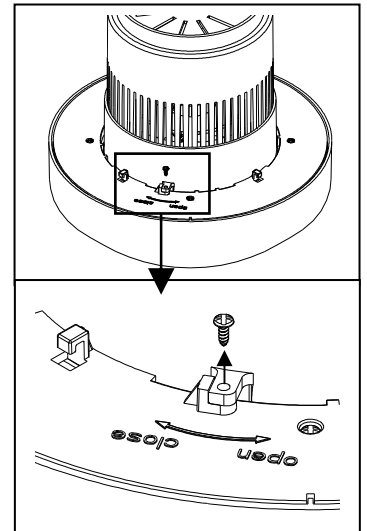

Fig. 7
3. De vuelta el ensamblado Bomba y Filtro Flotante con luz UV boca abajo. Retire el tornillo de cierre. Fig. 7